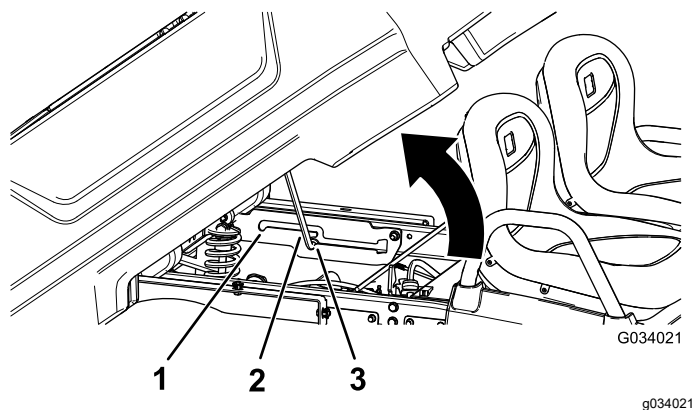

Figura 17
2. Tire de la varilla de sujeción hasta la ranura de retención de la posición de volcado para fijar la plataforma antes de volcar la carga (Figura 17).
2. Extraiga la varilla de sujeción de la muesca de la ranura (Figura 17).
2. Tire de la varilla de sujeción hasta que entre en la ranura de retención de la posición de servicio, para afianzar la plataforma mientras se realizan tareas de mantenimiento (Figura 17).